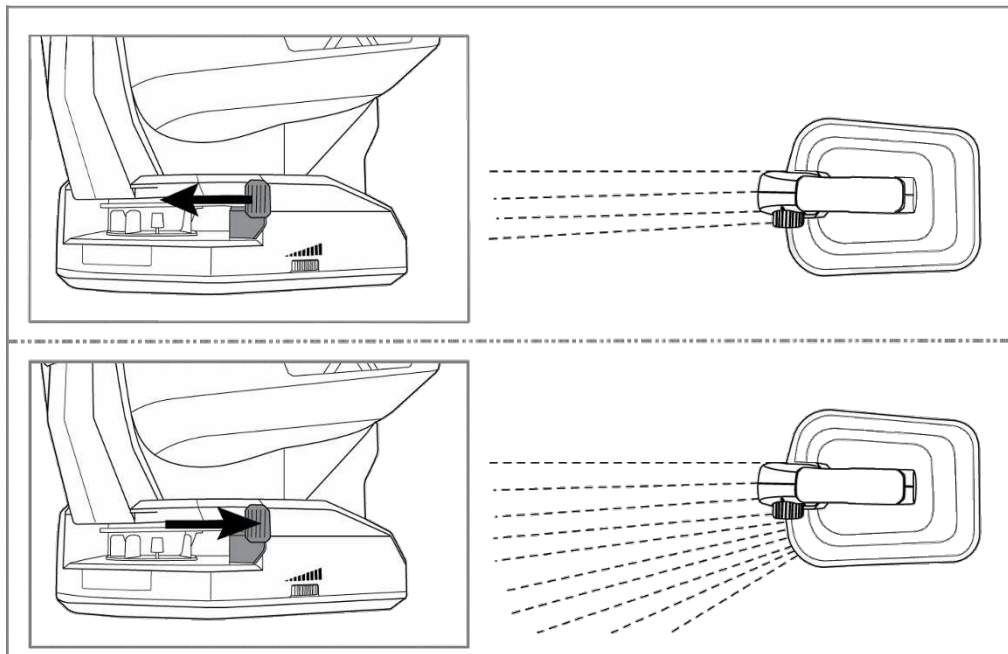

Рисунок 7
4.2.5 Ширина розкидування матеріалу з бункера може бути відрегульована від вузької (шириною приблизно 1,5 м) до більш широкої (шириною до 5 м) зони покриття. Регулювання виконується шляхом зміни кута розкидування важелем розподільвача (6, рисунок 1, дивіться рисунок 7).